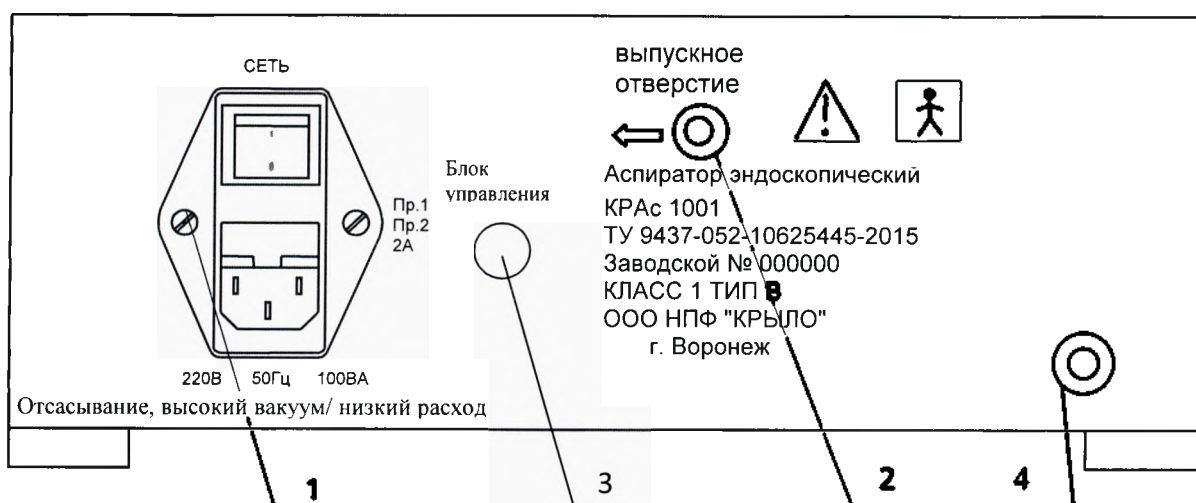

Рис. 2.
3.1.7 На задней панели блока управления аспиратора (рис. 2) расположены: